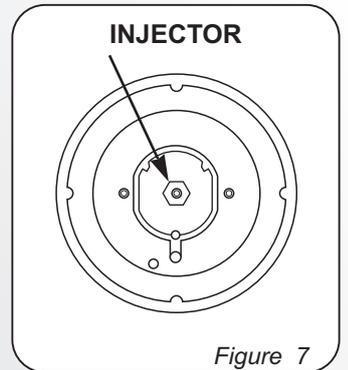

Figure 7
- Sätt in en sexkantnyckel (7 mm) i brännarstödet (bild 7).